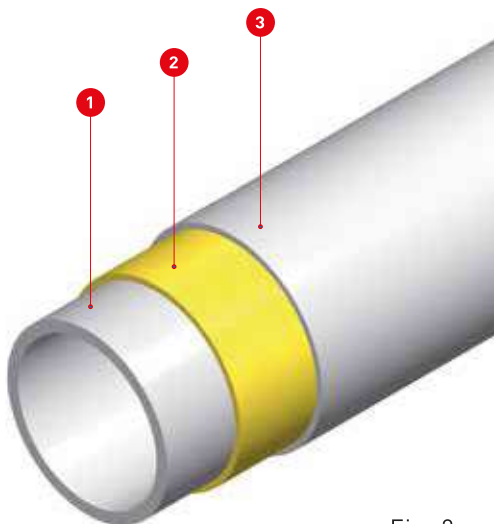

Fig. 2
**SuperXc** è un tubo in polietilene ad alta densità reticolato per via elettrofisica (fig.2).